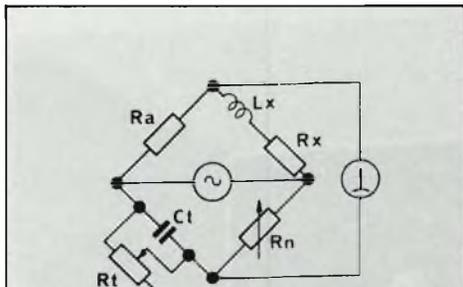

Fig. 1 - Principio di funzionamento del ponte di Maxwell.
Il valore  $Rx$  che si vede disposto in serie all'induttanza nella fig. 1 dipende dal coefficiente di bontà (Q) della bobina, e viene equilibrato e quindi eliminato dalla